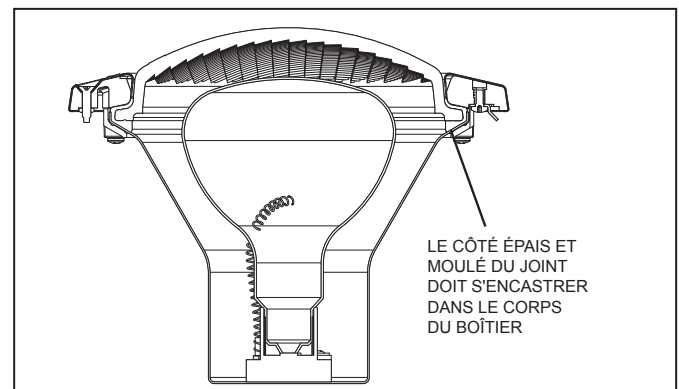

Figure 11. Vue en coupe de la lampe blanche de piscine Jandy Pro Series
- b. En maintenant la lampe debout, placez le verre de protection et le joint sur la lampe. Veuillez noter que le joint du verre de protection n'est pas symétrique. Il doit donc être installé de telle sorte que le verre soit monté de façon étanche sur le boîtier de la lampe. Placez le joint sur le verre de protection de telle sorte que le côté épais moulé du joint s'encastre dans le boîtier une fois le verre protecteur installé. Voir la Figure 11.